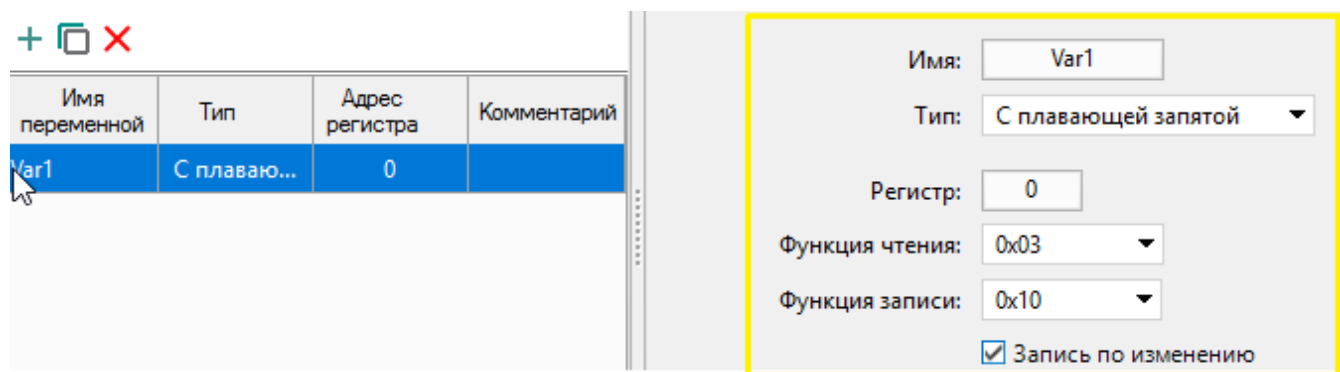

Рисунок 5 – Указание параметров опроса устройства
- 3) ПКМ на интерфейсе RS485 добавляем устройство, в котором указываем **сетевой адрес устройства**, **его имя**, **имя регистра** (вместо Var1), **номера регистров для опроса и записи** на Slave устройство. Также указываем тип переменной и присваиваем имя переменной (рис. 5).